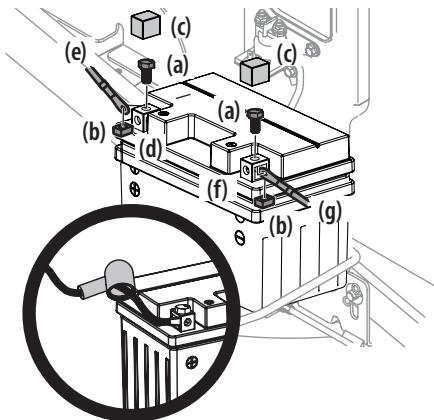

Figure 14
- Retirez les boulons hexagonaux (a) et les écrous carrés (b) situés à l'extrémité du faisceau de fils électriques ou dans le sac avec ce manuel. Gardez la quincaillerie pour utilisation ultérieure. Voir Figure 14 à la page 79.
- Enlevez le couvercle en plastique (c), si équipé, de la borne positive (d) de la batterie et attachez le câble rouge (e) à la borne positive (b) de la batterie avec le boulon (a) et l'écrou Carré (b) retirés à l'étape 1. Utiliser un tournevis Philips. Voir Figure 14 à la page 79.
- Enlevez le couvercle en plastique (c), si équipé, de la borne négative de la batterie (f) et attachez le câble noir (g) à la borne négative de la batterie (f) avec le boulon (a) et l'écrou carré (b). Voir Figure 14.
- Placez la gaine en caoutchouc rouge au-dessus de la borne positive de la batterie pour aider à la protéger contre la corrosion. Voir encadré de la Figure 14.